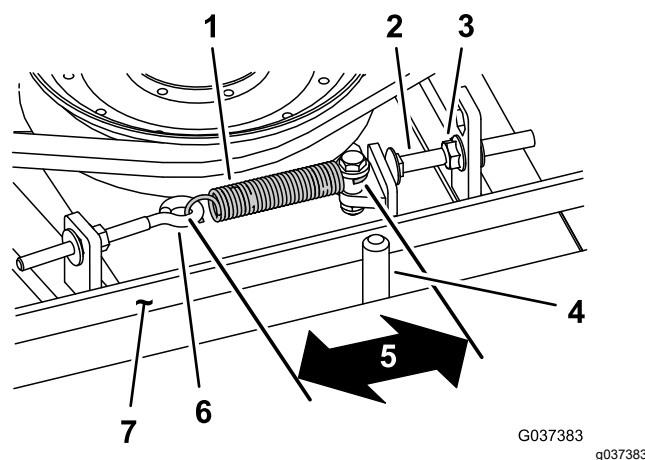

Figura 115
Quando la tensione è corretta, la misura interna della molla di prolunga (da gancio a gancio) deve essere circa 8,3–9,5 cm. Quando la tensione della molla è giusta, regolate il bullone di arresto (bullone a testa tonda) fino ad ottenere un gioco di 2–5 mm tra la testa del bullone ed il braccio di rinvio (Figura 115).
**Nota:** Verificate che la cinghia si trovi dal lato molla del guidacinghia (Figura 115).
2. Allentate il bullone ad occhio (Figura 115).
3. Allentate il dado flangiato che fissa il bullone di arresto all'aletta di montaggio e spostate la puleggia tendicinghia via dalla cinghia (Figura 115).
9. Collegate la molla di prolunga (Figura 115) al bullone ad occhio e tendete la cinghia come segue: